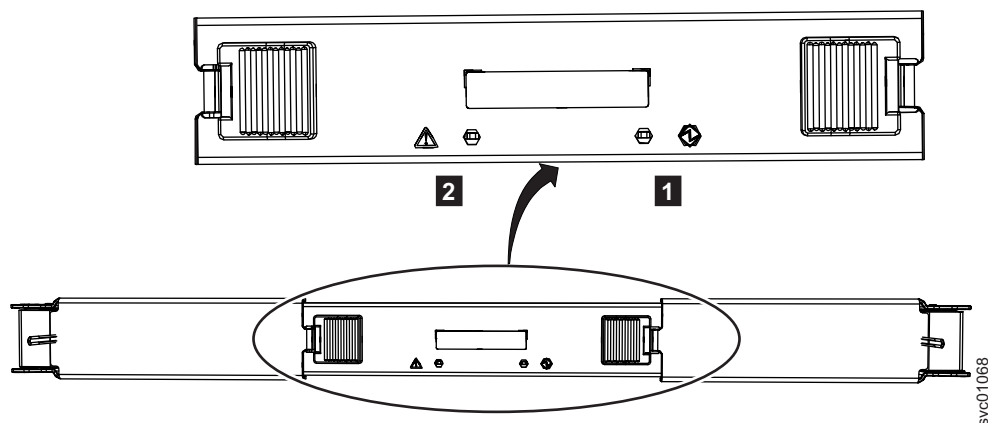

Рисунок 87. Индикаторы вспомогательного модуля расширения
2. Определите, какой вспомогательный модуль расширения требуется заменить (на рис. 87 на стр. 87 показаны индикаторы, находящиеся на верхней стороне